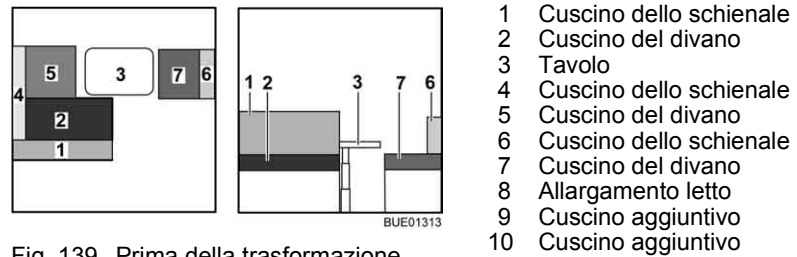

Fig. 139 Prima della trasformazione
- Trasformare il tavolo (Fig. 139,3) in struttura di supporto letto (vedi paragrafo 6.10).
- Rimuovere i cuscini dello schienale (Fig. 139,1, 4 e 6) e riporli.